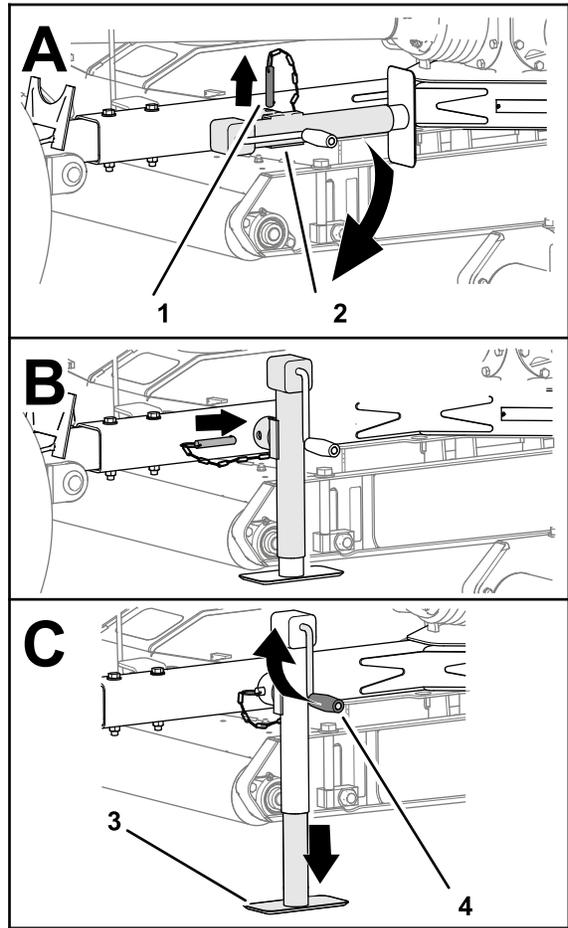

図 17
3. ピンを抜いて牽引バージャッキを立てる 図 17。
4. 牽引バーの穴を、ジャッキの穴に合わせる 図 17。
5. 牽引バーの穴とジャッキの穴にピンを通す 図 17。
2. ジャッキハンドルで、ジャッキパッドを完全に上まで上げる 図 17 モアをジャッキで支えるには \(ページ 14\)を参照。